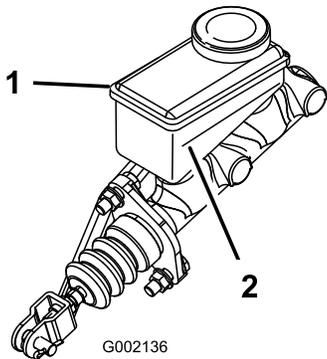

Figura 18
3. Mire el nivel de aceite en el lateral del depósito (Figura 18).
- B. Añada líquido de frenos DOT 3 al depósito hasta que el nivel esté por encima de la línea Mínimo (Figura 18).